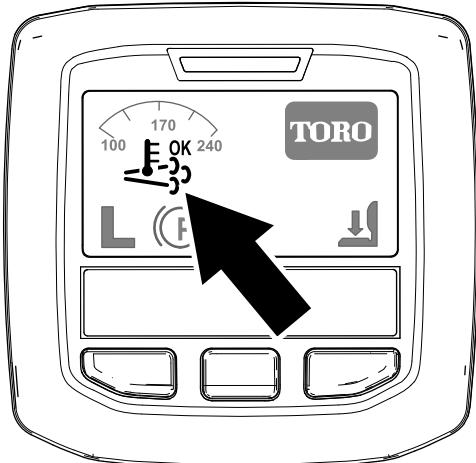

Bild 43
- Das Symbol für die unterstützte bzw. Rücksetzen-Regenerierung im InfoCenter angezeigt (Bild 43).